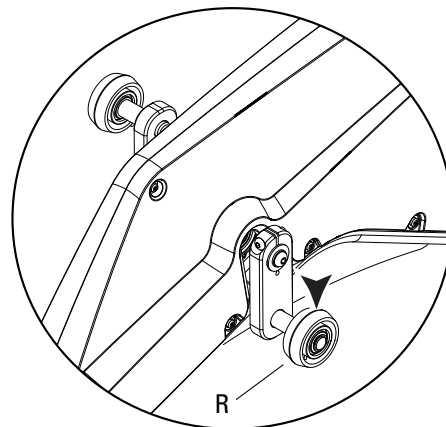

Figura 6a
6-1 Gire el brazo de manivela hasta que el rodillo (R) esté en su posición más baja (Figura 6a).